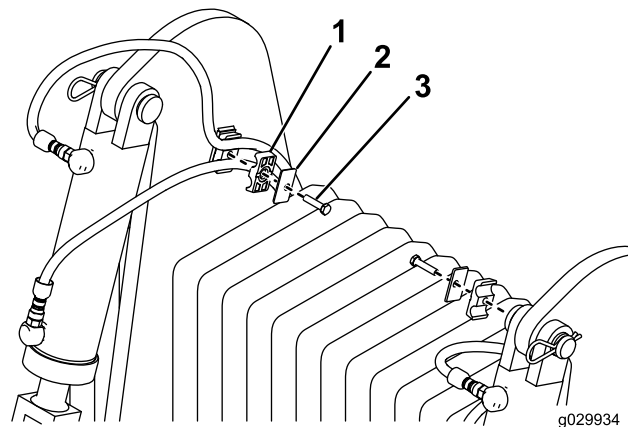

Figure 12
6. Montez un collier à l'intérieur de chaque côté du cadre de montage (Figure 12).